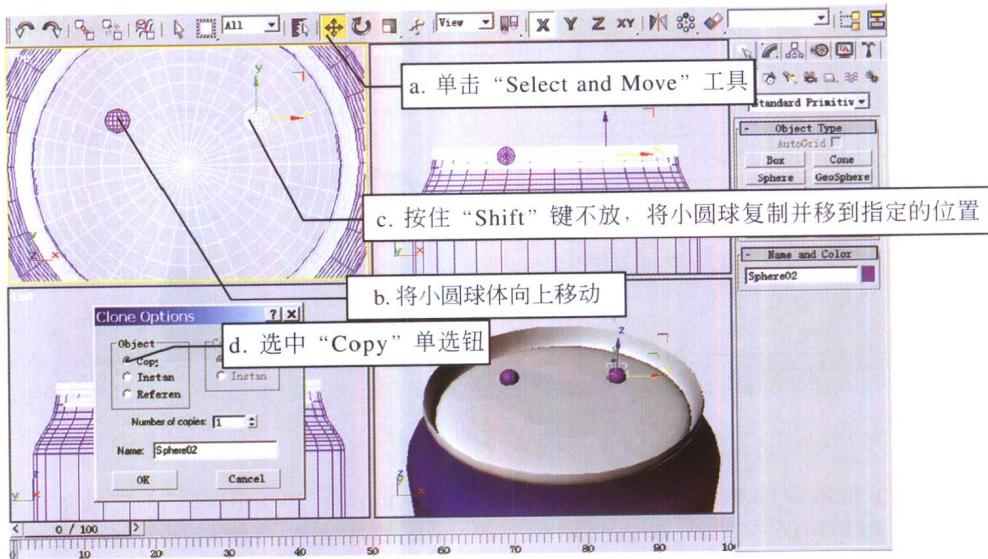

图 1-1-13
(2) 单击工具栏中的“Select and Move”(选择和移动)工具,见图1-1-13中的a。在“Top”(顶)视图中将小圆球体向上移到见图1-1-13中的b所示的位置。
(3) 按住“Shift”键不放,再用鼠标将小圆球移到见图1-1-13中的c所示的位置。这时屏幕上出现了一个“Clone Options”(克隆设置)对话框,选中其中的“Copy”单选钮,见图1-1-13中的d,并单击“OK”按钮,可将小圆球复制并移到指定的位置。